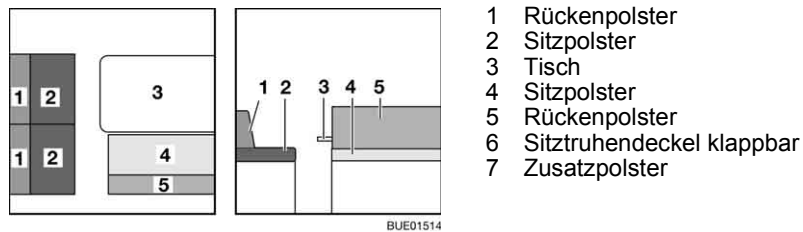

Bild 137 Vor dem Umbau
- Tisch (Bild 137,3) zum Bettunterbau umbauen (siehe Abschnitt 6.11).
- Die Rückenpolster (Bild 137,1 und Bild 137,5) und die Sitzpolster (Bild 137,2) abnehmen und beiseite legen.